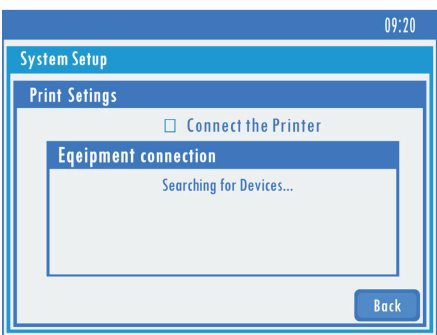

Fig 5-9 Ricerca di dispositivi
2. Fare clic sulla casella davanti a [ collega la stampante], avviare la funzione di ricerca del segnale, come mostrato in **Fig 5-9**.